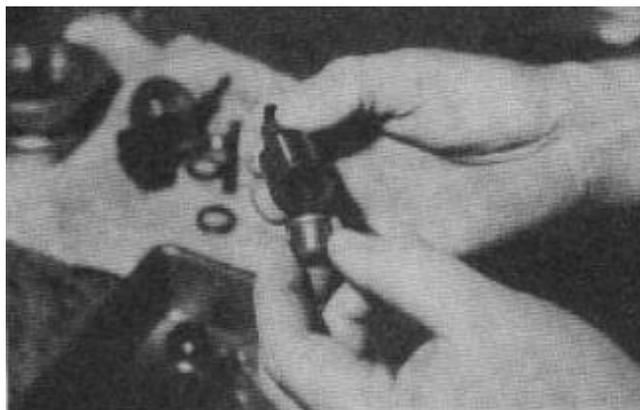

FIGURA 2.19 INSTALACIÓN DEL EMBOLO DEL RESORTE DE MARCHA EN VACÍO
4. Colocar el botón del émbolo de marcha en vacío sobre el resorte de marcha en vacío y en émbolo del resorte⁹ (figura 2.19).